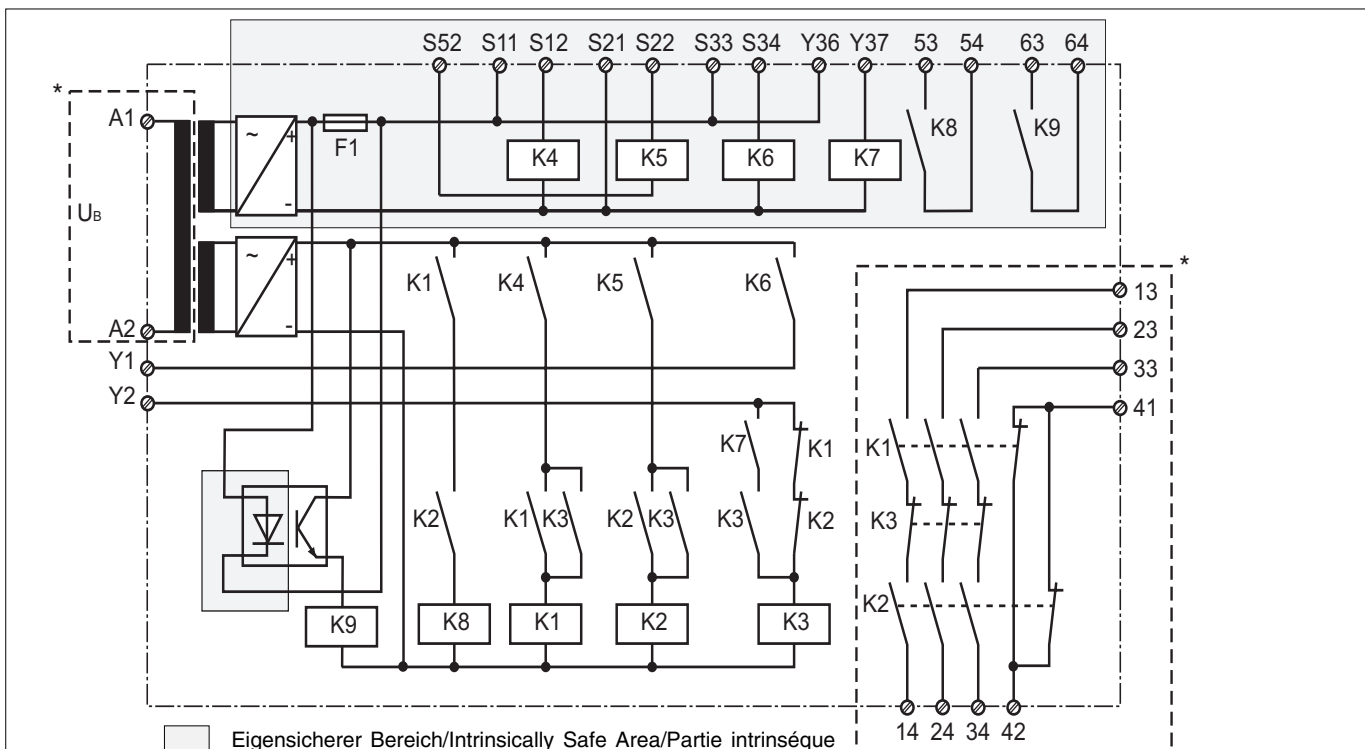

Fig. 1: Schematisches Schaltbild/Connection Diagram/Schéma de principe
Das Schaltgerät PNOZ Ex dient dem sicherheitsgerichteten Unterbrechen eines Sicherheitsstromkreises. Es ist in einen eigensicheren und einen nicht eigensicheren Bereich unterteilt (s. Fig. 1). Nach Anlegen der Versorgungsspannung, Brücken von Y1-Y2 und S33-S34 geht Relais K3 in Wirkstellung.
The relay PNOZ Ex provides a failsafe interruption of a safety circuit. It consists of two parts: intrinsically safe and non-intrinsically safe areas (see Fig. 1).
Le bloc logique PNOZ EX assure de façon sûre l'ouverture d'un circuit de sécurité. Il est composé d'une partie intrinsèquement sûre et d'une partie normale (voir fig. 1). Dès que la tension d'alimentation est présente et si les bornes Y1-Y2 et S33-S34 sont pontées, le relais K3 colle.
- Der Ex-Schutz wird nur erreicht, wenn alle Bedienelemente, die an den nicht eigensicheren Bereich (s. Fig. 1) angeschlossen sind, in einem Ex-geschützten Raum montiert werden. Für die Anschlusselemente des eigensicheren Bereichs ist kein Ex-Schutz notwendig.
- La protection Ex n'est obtenue que si les éléments de commande raccordés à la partie non intrinsèque du relais (voir fig. 1) sont montés dans un boîtier Ex. Pour les éléments raccordés à la partie intrinsèque du relais, aucune protection Ex n'est nécessaire.